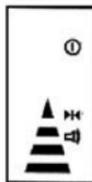

Fig. 9
- Une flèche vers le haut et des signaux brefs lents indiquent que le signal laser est situé au-dessus du détecteur (Fig. 9).